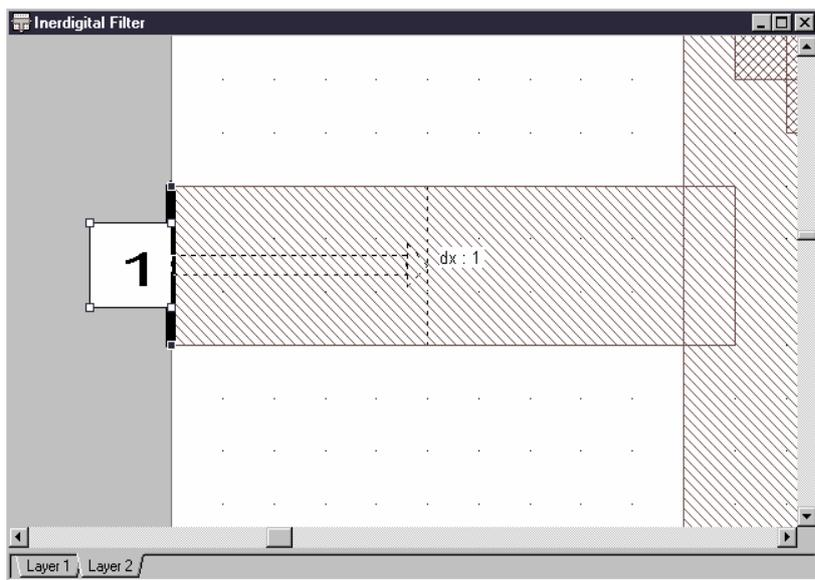

Рис. 4.13
9. Не отпуская кнопки мышки, перетащите курсор вправо, пока не будет отображено $dx:1$ (рис. 4.13). Отпустите кнопку мышки, чтобы зафиксировать площадку.